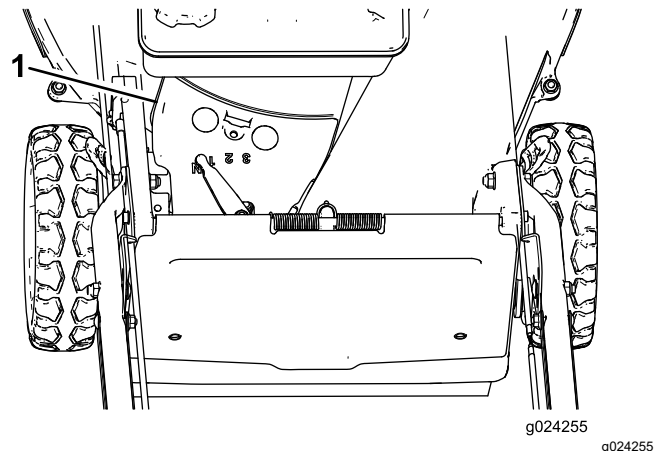

Figure 36
3. Enlevez le couvercle de courroie (Figure 36) du carter du tablier de coupe.